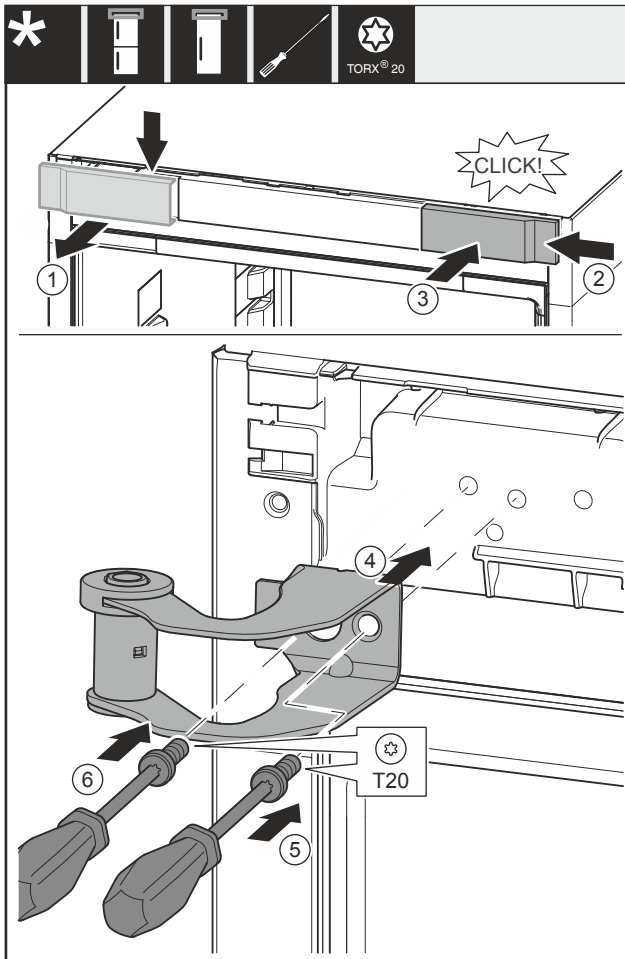

Fig. 31
- Hiqni kapakun mbulues Fig. 31 (1) nga lart duke e tërhequr përpara.
- Futni kapakun mbulues Fig. 31 (2) të rrotulluar me 180°, në anën tjetër nga e djathta.
- Mbërtheni kapakun mbulues Fig. 31 (3).
- Vendosni bazamentin e sipërm mbështetës Fig. 31 (4).
- Vidhosni vidën Fig. 31 (5).
- Vidhosni vidën Fig. 31 (6).